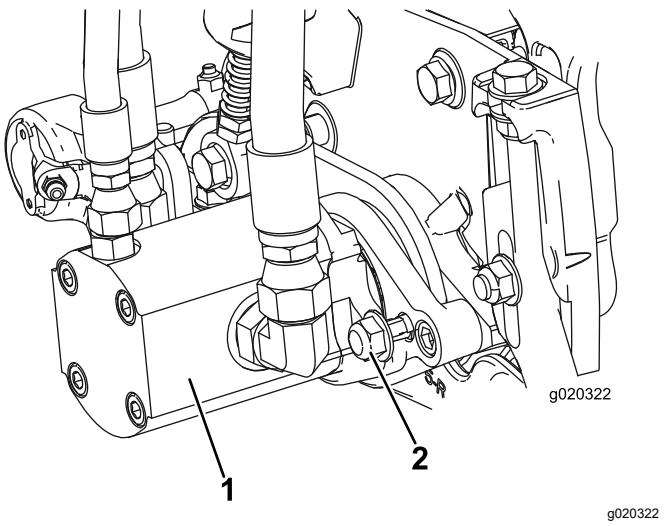

Bild 13
3. Montieren Sie den Motor; drehen Sie ihn nach rechts, damit die Motorflansche nicht die Sicherungsmuttern berühren (**Bild 13**).